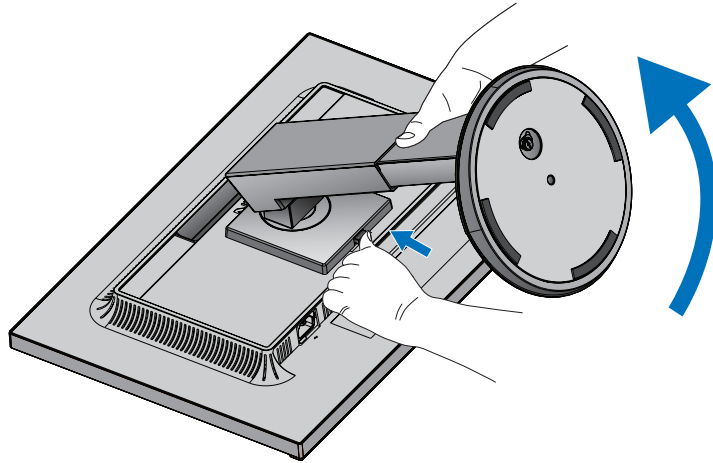

Figure S.1
3. Placez le moniteur face vers le bas sur une surface non abrasive (**Figure S.1**).
4. Placez une main autour du support et l'autre sur le levier à dégagement rapide. Appuyez sur le levier à dégagement rapide et tournez-le dans la direction indiquée par la flèche (**Figure S.1**).
5. Soulevez le support pour le décrocher du moniteur (**Figure S.1**).